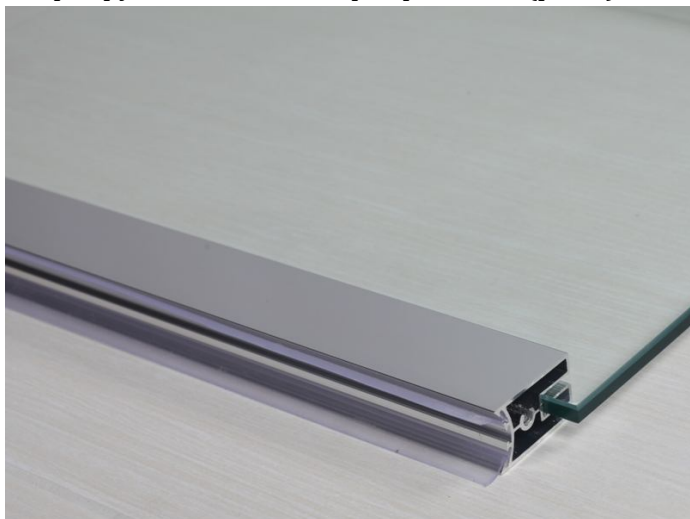

Рис.1
1. Вставьте силиконово-пластиковые уплотнители в профили стенных стекол, по 2 шт. в каждый профиль (рис. 1).